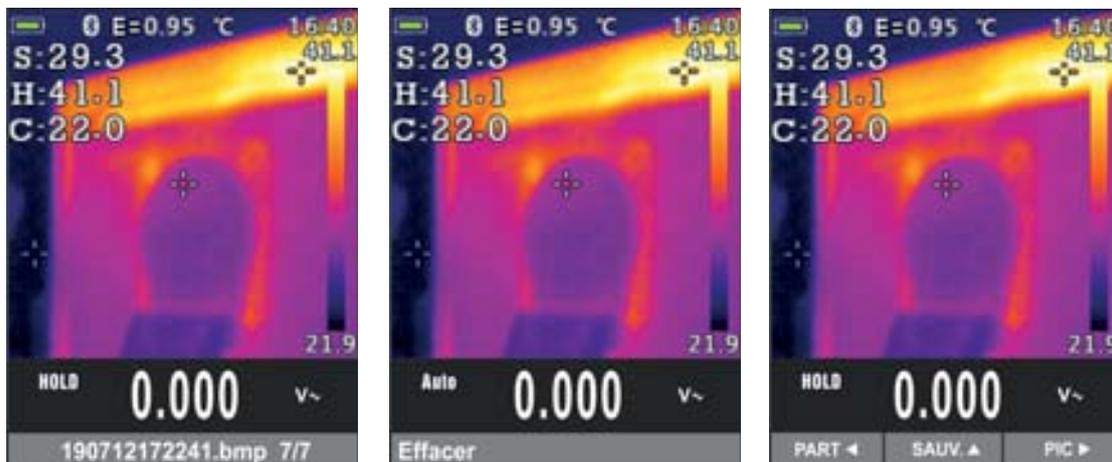

Fig. 46: Ouverture et suppression d'une image IR
- Entrer dans le Menu général pour revoir le résultat sauvegardé (voir Fig. 46 – partie gauche)